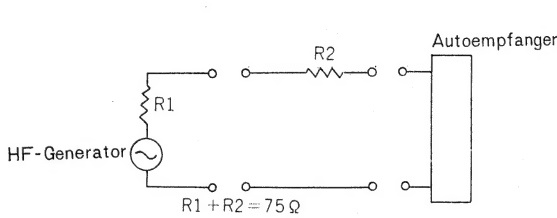

Abb. 11
3. Im Falle eines AM-Abgleiches ist der Ausgang des Meßsenders, 400 oder 1.000Hz, 30% moduliert, an die Antennenbuchse anzuschließen. Hierzu bedient man sich einer Kunstantenne nach Abb. 11.